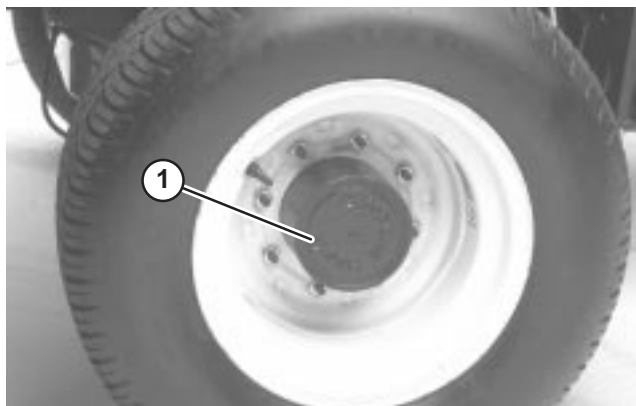
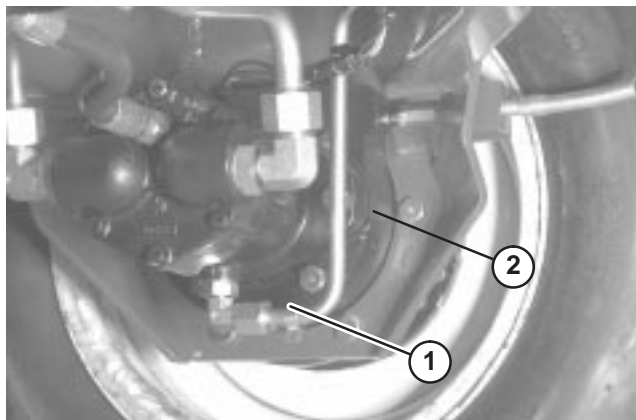

Figure 19
Figure 20
1. Garez la machine sur une surface plane et horizontale, tournez la roue de manière que le bouchon de contrôle/vidange (Fig. 19) se trouve à la position 2 heures ou 10 heures.
2. Enlevez le bouchon du train planétaire (Fig. 19) et le bouchon de contrôle à l'arrière du frein (Fig. 20). L'huile doit atteindre la base de l'orifice du bouchon de contrôle à l'avant et à l'arrière du frein.